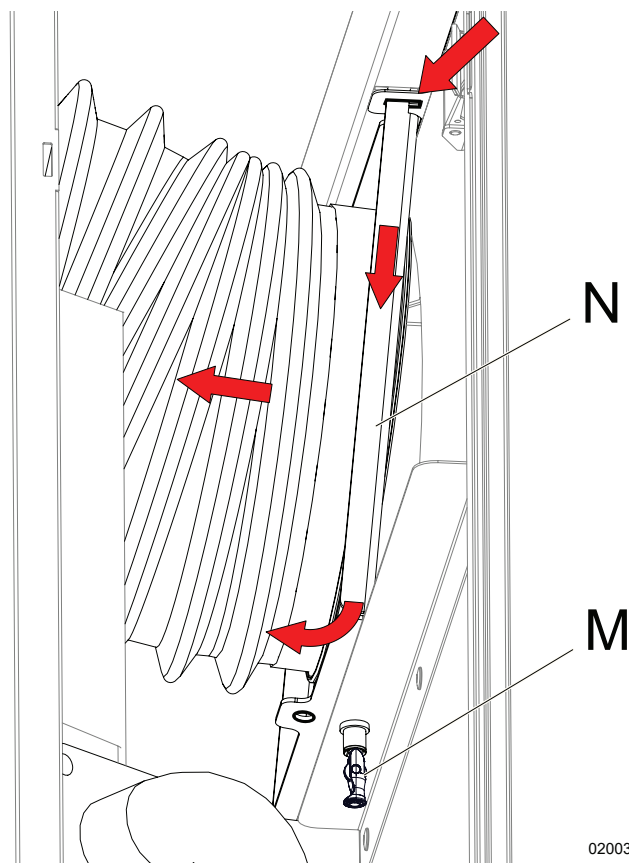

Figura 8-9 - Rimozione tubo aspirazione aria
6. - Ruotare leggermente la lamiera dell'aspirazione aria "N", sfilarla verso il basso e sganciarla dal gruppo aspirazione aria (Figura 8-9);